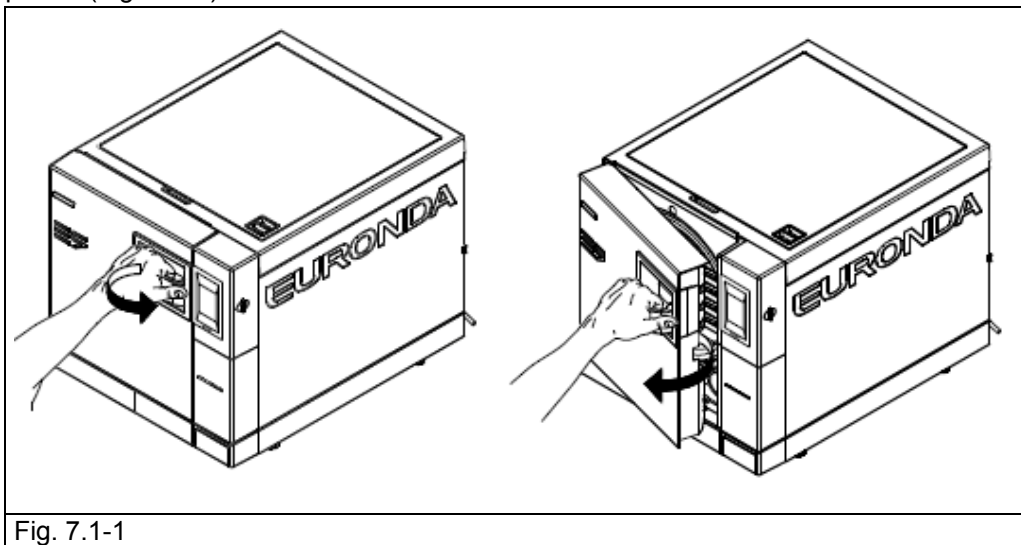

Fig. 7.1-1
1. Abrir la puerta (Fig. 7.1-1).